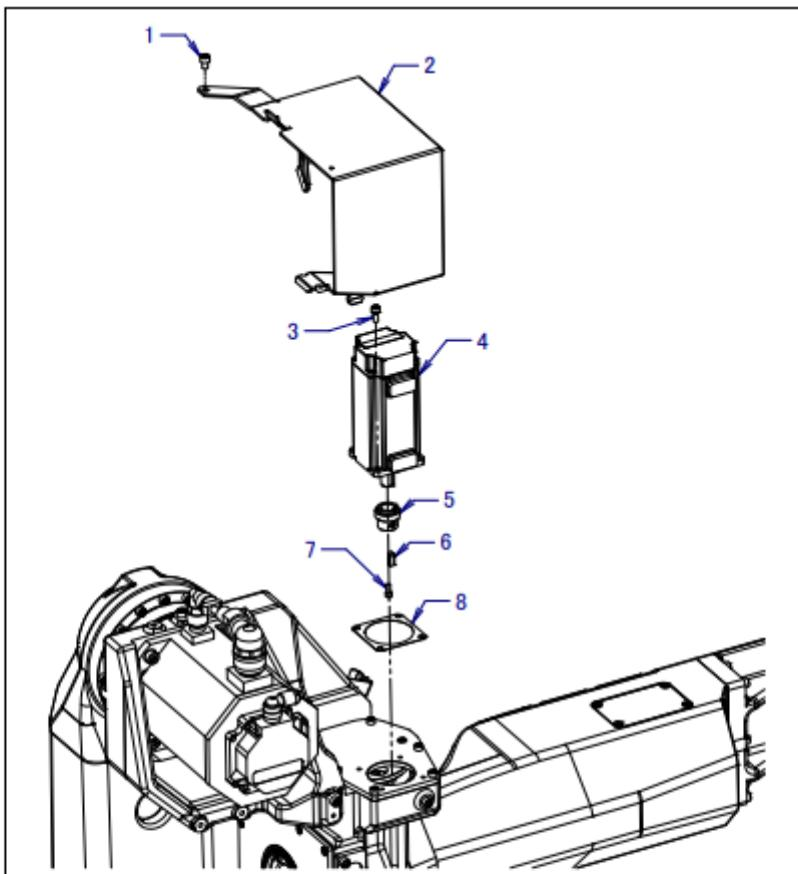

Fig. 6.8 Replacing the J4-axis motor
- 1 Mova o robô para a postura em que o motor do eixo J4 vem para o lado superior, conforme mostrado na Fig. 6.8.
- 4 Remova o parafuso (1) e corte a braçadeira que prende o cabo à placa (2) e move a posição de placa para que o motor possa ser removido.
- 6 Remova o conector do motor do eixo J4 (4)
- 7 Remova o parafuso de vedação (3) que prende o motor do eixo J4 à carcaça J3 e remova o motor.
- 8 Remova o parafuso (7) que prende a engrenagem (5) ao eixo do motor e remova a engrenagem (5) e a chaveta (6).
- 9 Aplique LOCTITE 243 na parte rosqueada do eixo do motor do novo motor e conecte a engrenagem (5) e a chaveta [Aplicando LOCTITE 675], e aperte o parafuso (7) [torque de aperto é 3,4Nm] certamente. (Quando torque for menor que o torque especificado, o eixo J4 pode sair do lugar.)
- 10 Substitua a junta (8) por uma nova e fixe-a na peça de montagem do motor da carcaça J3 e aperte Motor do eixo J4 para carcaça J3 com parafusos de vedação (3). Substitua os parafusos de vedação por um novo. Se for reutilizado, certifique-se depara enrolar a fita adesiva neles.